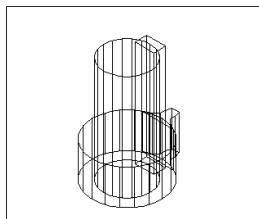
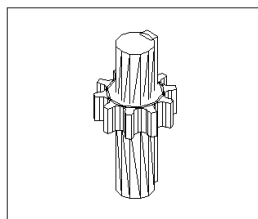

图 15-63
图 15-64
(12) 生成实体。单击  按钮或者在命令行直接输入 `extrude`，拉伸上述圆，矩形和多义线，拉伸高度分别为 200 和 500，结果如图 15-63 所示。
(13) 镜像处理。执行 `Modify→3D Operation→Mirror 3D` 命令。对上述实体进行镜像处理。
(14) 阵列处理。执行 `Modify→3D Operation→3D Array` 命令。对上述齿牙进行阵列处理。
(15) 单击  按钮或者在命令行直接输入 `hide` 结果如图 15-64 所示。